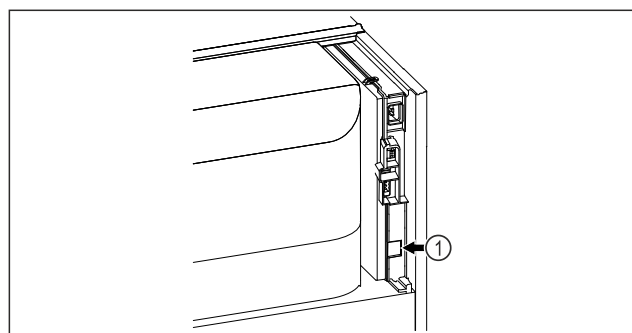

Fig. 125
- SmartModule Fig. 125 (1) è inserito.